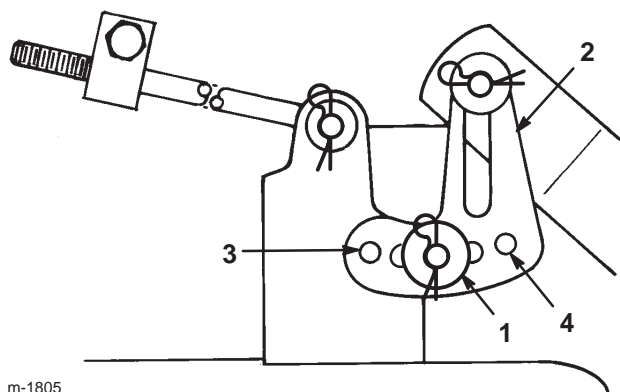

Bild 43
11. Entfernen Sie den Splint und die Scheibe von der Nivellierhalterung (Bild 43).
12. Setzen Sie die Nivellierhalterung in ein anderes Loch ein und montieren Sie die Scheibe und den Splint (Bild 43).